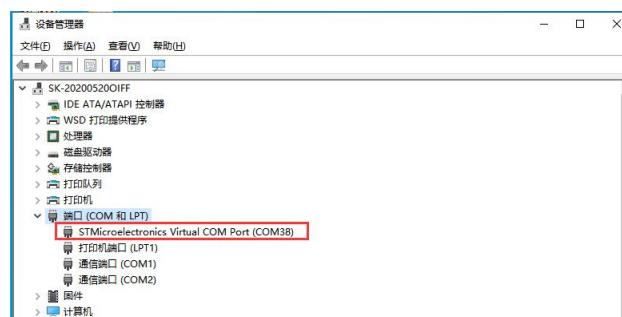

图 2.3 USB 驱动正确安装后设备管理器端口
(3) 首先点击“安装设备驱动”，安装驱动过程中直接点击“下一步”，按照自动指引即可完成安装。正确安装驱动程序后，按下仪器前面板右侧开关电源键，开机，进入到设备管理器中“端口（COM 和 LPT）”下应出现“STMicroelectronics Virtual COM Port (COM x)”，“COM x”即为驱动虚拟的 COM 端口号，如图 2.3 所示：